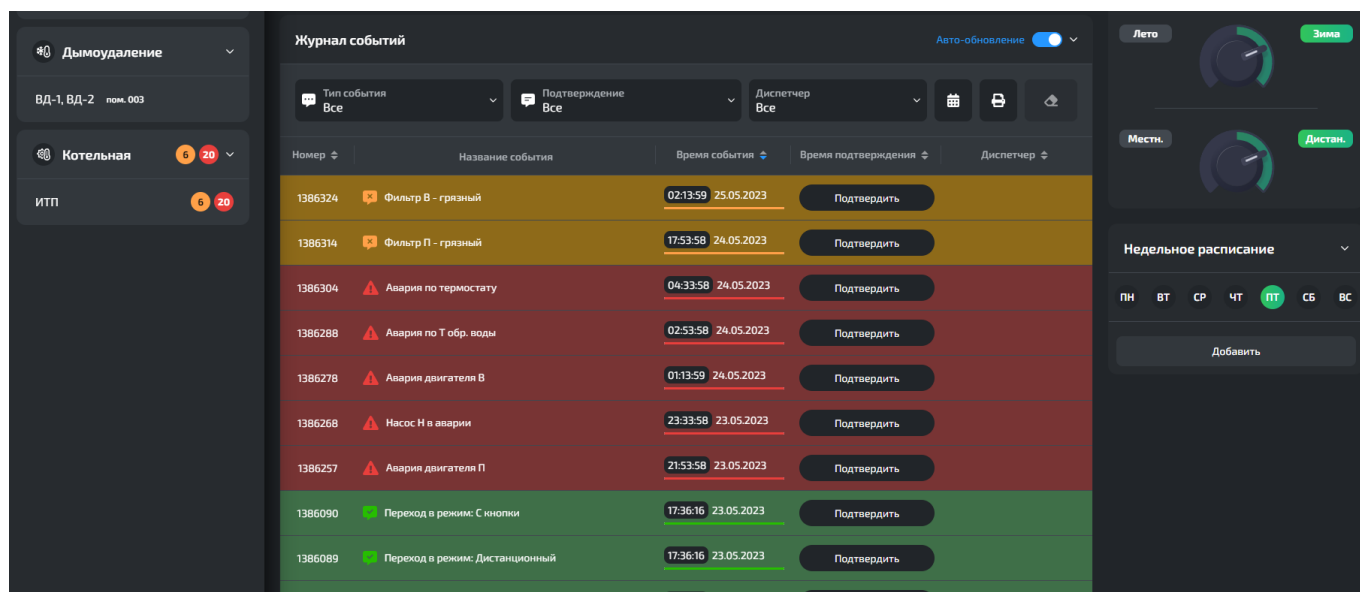

Рисунок 6 - Журнал событий СТМ
5. Журнал событий текущей СТМ; (Пункт 4.2.2, Рисунок 6)